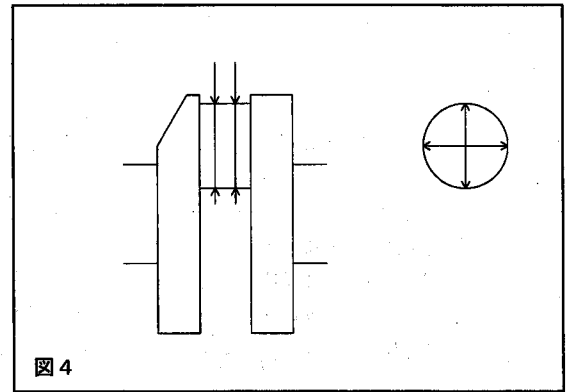

図4
2. 4 図3、図4を参照し、クランクシャフトのピン径をマイクロメータを使用して測定してください。